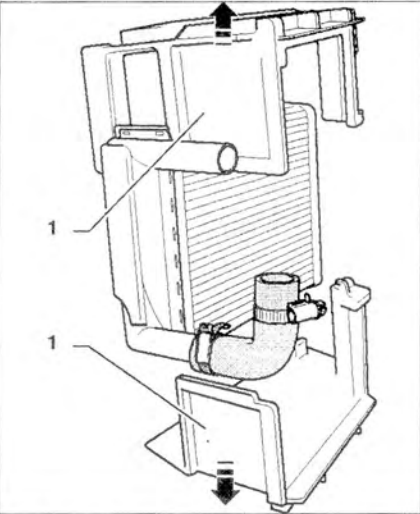

Рис. 9.87. Снимите корпус **1** радиатора в направлении стрелок.
5. Снимите корпус **1** радиатора в направлении стрелок (рис. 9.87).